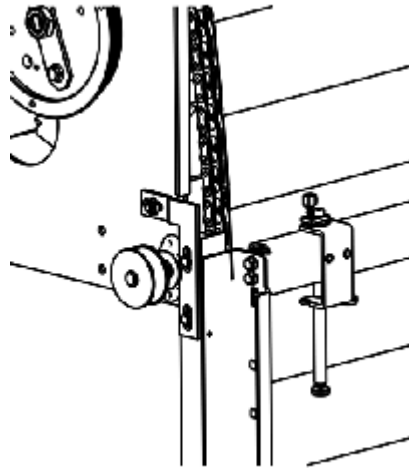

Bild 3
- Skjut rulljalousiet i riktning mot korgens framkant tills det ligger an mot styrprofilen och skruva ihop det med styrprofilen (bild 3), skruva fast rulljalousiet på korgtaket.